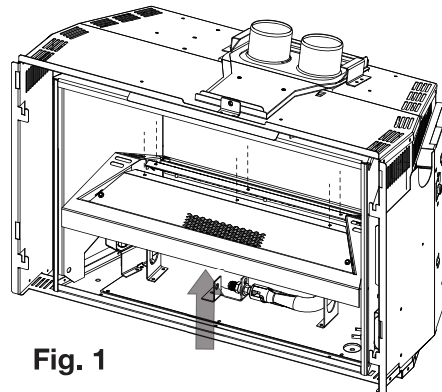

Fig. 1
- 2. Retirez toutes les braises vitrifiées et les 6 vis servant à fixer le plateau à braises en place (**Fig. 1**).